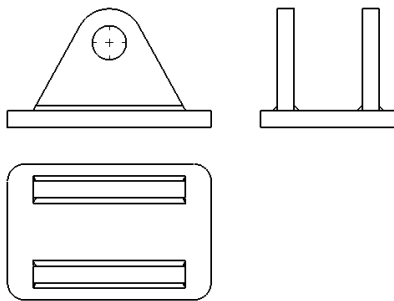

图 9.2.6 隐藏左视图和俯视图切边
Step7. 隐藏左视图和俯视图切边。参照隐藏主视图切边的步骤隐藏左视图和俯视图切边, 结果如图 9.2.6 所示。